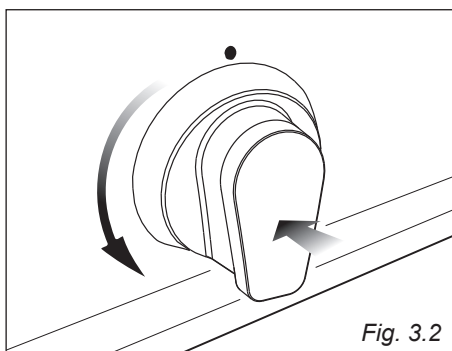

Fig. 3.2
1. Ruotare la manopola del rubinetto gas in senso antiorario (fig. 3.2), fino alla portata massima, premerla e mantenere la pressione, si otterrà l'attivazione dell'accensione. In caso di mancanza di corrente elettrica avvicinare una fiamma al bruciatore.